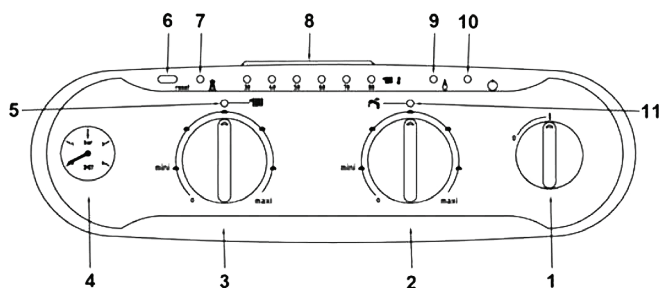
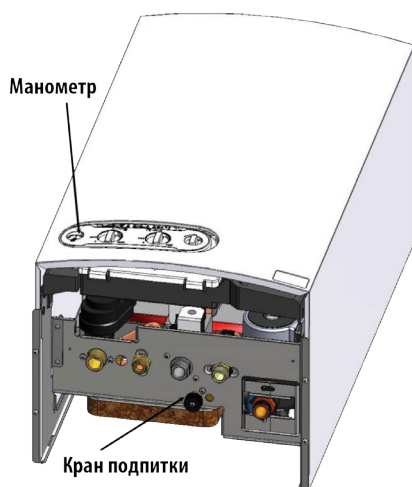

Рис. 1. Панель управления.
Рис. 7. Кран для заполнения водой системы отопления.
Для активации режима необходимо повернуть ручку регулировки температуры ОВ на положительную величину. После этого лампочка индикации режима отопления должна загореться. Во время нагрева системе отопления на панели блока управления должна отображаться фактическая температура (поз. 8 – рис. 1). Регулировка осуществляется в пределах от 35-85°C
Для отображения неисправностей в работе котла панель управления снабжена световыми диодами (поз. 8 - Рис. 1).Каждой неисправности соответствует своя последовательность горящих/моргающих диодов. Расшифровка последовательностей приведена в разделе 6.1.
Для включения котла поверните переключатель ВКЛ / Выкл (I) (поз. 1 - рис. 1) в положение (I)
Для выключения котла поверните переключатель ON/OFF (поз. 1 - рис. 1) в положение (0).
С помощью ручки регулировки температуры в системе отопления (поз. 2 – рис. 1) установите необходимую температуру теплоносителя от 35 до 85 °С.
С помощью ручки регулировки температуры горячей воды (поз. 3 – рис. 1) установите необходимую температуру горячей воды от 30 до 60 °С.
Давление в системе отопления, измеряемое манометром котла (поз. 4 – рис. 1), должно составлять 1,3-1,5 бар. Если во время работы котла давление в системе упадет до величины ниже минимально допустимой, котел будет остановлен и индикация неисправности (поз. 8 рис.1) высветит ошибку 13 (см. табл. 7). С помощью крана подпитки воды (рис. 7) доведите давление до первоначального значения 1,3-1,5 бар. По окончании операции всегда закрывайте кран подпитки системы отопления.